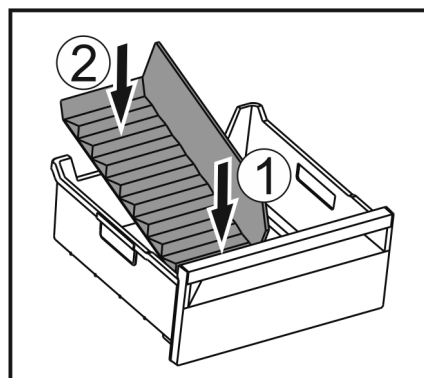

Fig. 127
- ▶ Umetnite prednji dio pregrade ladice za led. Fig. 127 (1)
- ▶ Spustite stražnji dio pregrade ladice za led do dna ladice. *Fig. 127 (2)*